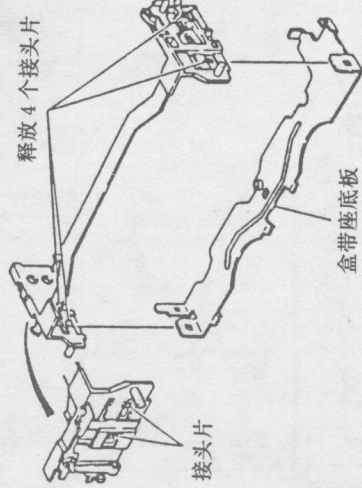

图57
步骤: ①释放盒带座组件两边的4个接头片,如图57所示;
②分离出盒带座底板。